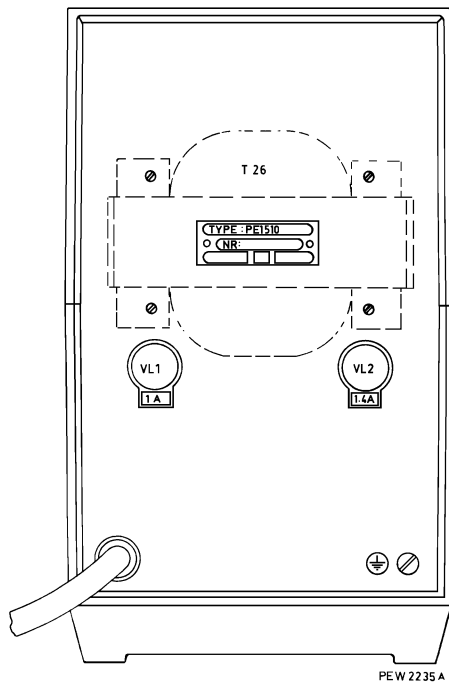

Fig. 2
N.B. Controleer of de juiste smeltveiligheden in de houders aan de achterzijde van het apparaat zijn aangebracht (fig. 2).
N.B. Contrôler si les fusibles corrects sont apportés dans les supports sur la platine arrière de l'appareil (figure 2).